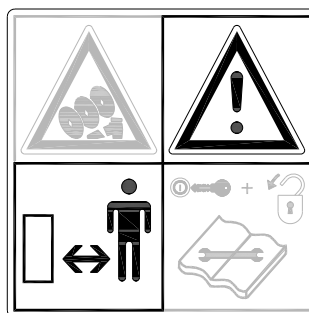

Fig. 4
**Conservez une distance minimale de quatre mètres !** (Fig. 4)